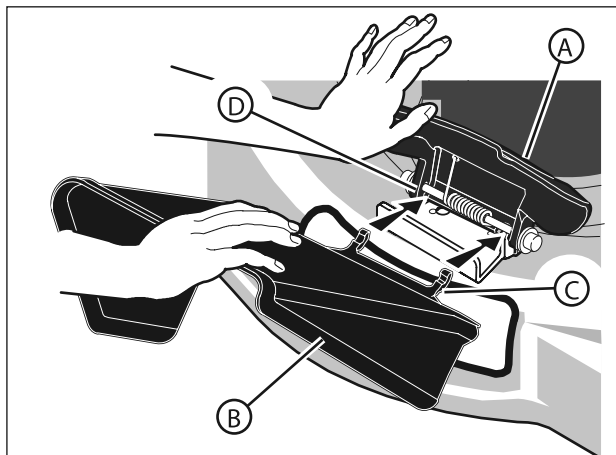

Рис. 11. Установка разгрузочного дефлектора
1. Поднимите мульчирующую крышку (А, рис. 11).